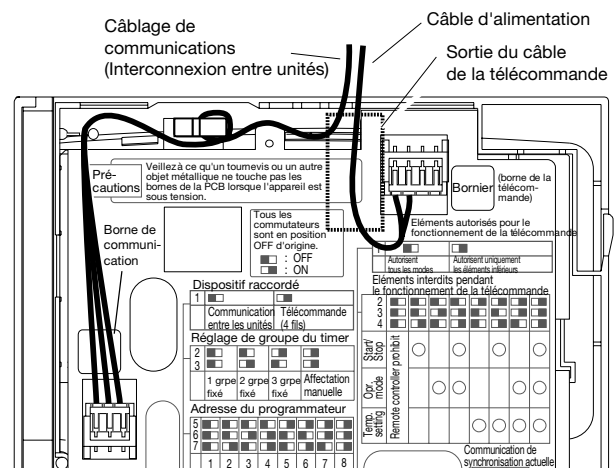

Fig. 3-46
- Assurez-vous que le câble de communication du programmeur et le câble d'alimentation sont correctement raccordés. (Fig. 3-46)